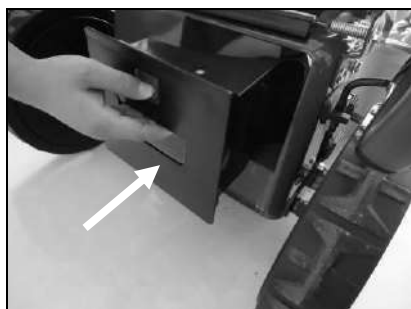

Fig .7A
2. Introduzca el tapón mulching en la abertura de la salida de hierba y fíjelo con el botón. (Fig. 7A/Fig. 7B)